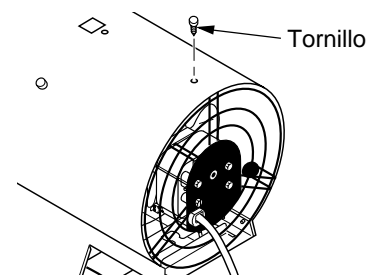

Figura 3: Extracción del tornillo de la parte superior del resguardo del ventilador
1. Extraiga el tornillo de la parte superior del resguardo del ventilador (consulte la figura 3). Deseche el tornillo.